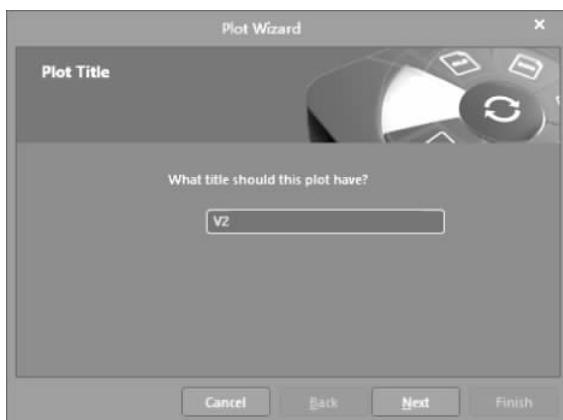

图 3-18 添加图形的配置界面 1
(3) 在出现的 PCB_Project1. sdf 空白界面中单击鼠标右键, 出现快捷菜单, 选择 Add Plot。
(4) 出现如图 3-18 所示的 Plot Wizard-Plot Title(图形向导-图形标题, 即三个步骤中的第一个步骤-图形标题)。在 What title should this plot have? (这个图形的标题是什么) 中, 根据自己的习惯给该图形命名, 在此给出的名称是 V2, 单击 Next 按钮。